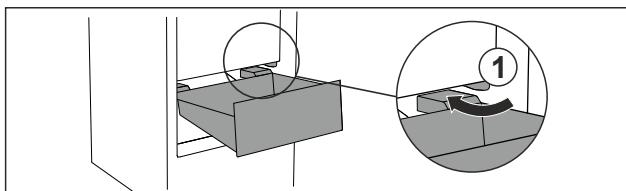

Fig. 27
- Prevedte zásuvku šikmo okolo zarážok Fig. 27 (1).